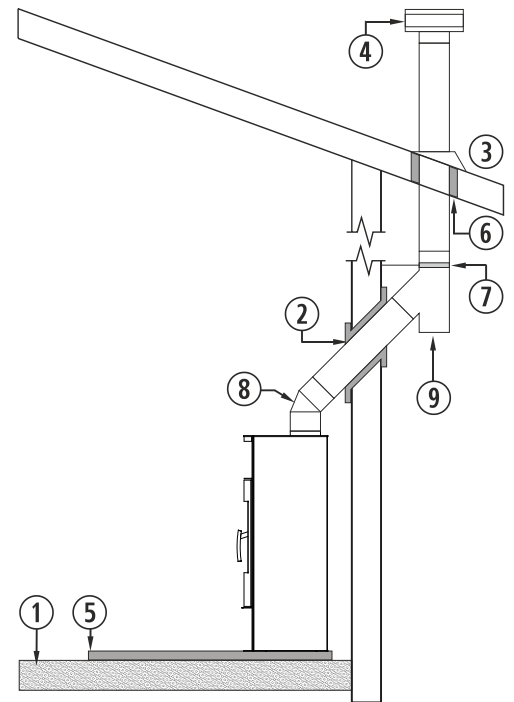

Figura 7
- Al instalar la salida de gases sobre una chimenea de obra, se recomienda emplear tubería metálica a través de ésta, para evitar fisuras, rugosidades, variaciones de sección, etc. En una chimenea ya existente, ésta se deberá limpiar completamente antes de realizar la instalación. El tubo, deberá sobrepasar la altura de la chimenea de obra y sobre salir unos centímetros en su parte superior. En el remate de la chimenea, se deberá colocar una placa de estanqueidad y un cubreaguas, como se muestra en la *figura 7*. En algunos casos, la geometría de la chimenea de obra existente, imposibilita el uso de tubería rígida, en estos casos excepcionales, la normativa permite el uso de conductos flexibles, que serán de superficie lisa para evitar las pérdidas de presión por rozamiento y evitando cambiar de dirección en ángulos superiores a 45°.